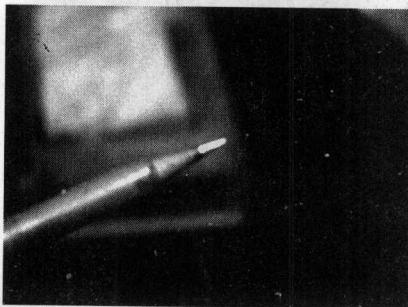
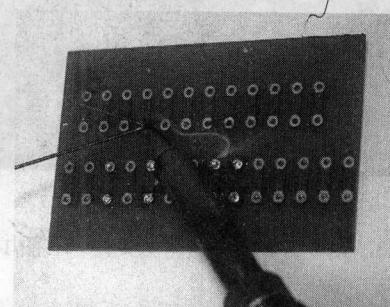

图 1-7 亮晶晶的烙铁头部
图 1-8 烙铁的用法
(1) 焊接前需先把烙铁插电预热, 将烙铁架上的海绵先泡水弄湿, 并且准备好要焊接的电子元件和电路板, 减少边找元件边焊接的情况。
(2) 预热三分钟后即可开始焊接, 此时的烙铁头应该是亮晶晶的。焊接前可以先用焊锡接触烙铁前端的烙铁头部分, 焊锡若可顺利完全熔化, 代表烙铁温度已经足够。烙铁温度到达时, 其头部包着一层薄薄的焊锡, 且看起来是亮晶晶的, 如图 1-7 所示。
(3) 烙铁的握法以顺手为主, 建议以握笔的方式握着手柄处, 另一手拿焊锡, 手不可太靠近焊锡线的前端。
(4) 开始焊接时, 烙铁头和电路板的夹角以 45° 左右为佳。图 1-8 中烙铁头、元件引脚和电路板上欲焊接的元件引脚间的夹角即为 45°, 焊接时要避免吸入焊锡熔化时所产生的烟雾。
(5) 焊接时先将电子元件引脚折好置于电路板上, 再把电路板翻面压好, 焊接元件的顺序应该从较矮的电子元件先焊接。
(6) 我们先用烙铁头同时接触元件引脚和铜箔, 即两方面同时加热, 再将焊锡接触烙铁头, 焊锡会立即熔解并扩展到元件引脚和铜箔上, 这时可以慢慢移开烙铁, 让焊锡自然凝固几秒钟, 未凝固前不可移动上述元件。
(7) 焊好的接点从侧面看应该是呈内弧线的圆柱状焊点, 如果你的焊点是球状的, 那焊